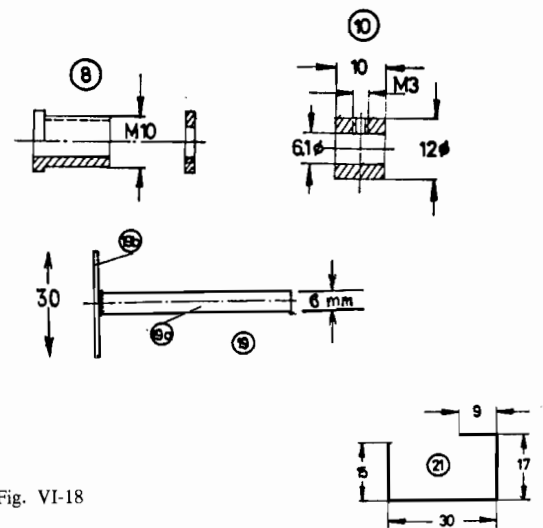

Fig. VI-18
(20) de la figure VI-25 à savoir : la prise coaxiale d'entrée (12), de trimmer (25), la boucle de couplage (21) et l'axe de laiton coulissant (19) soudé à un disque de 30 mm de diamètre (voir détail Fig. VI-18) qui assure l'accord à l'extrémité de la ligne 18, supportée par l'élément trolitul 24.